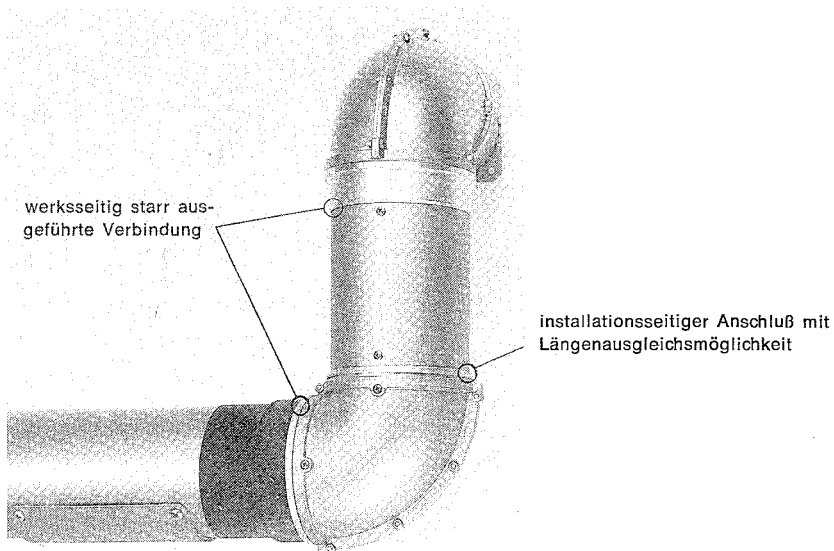

Bild 15 Frischluftrohr nach dem Kürzen sichern (2 Schrauben)
- Rohr mit 2 Schrauben sichern (Bild 15).